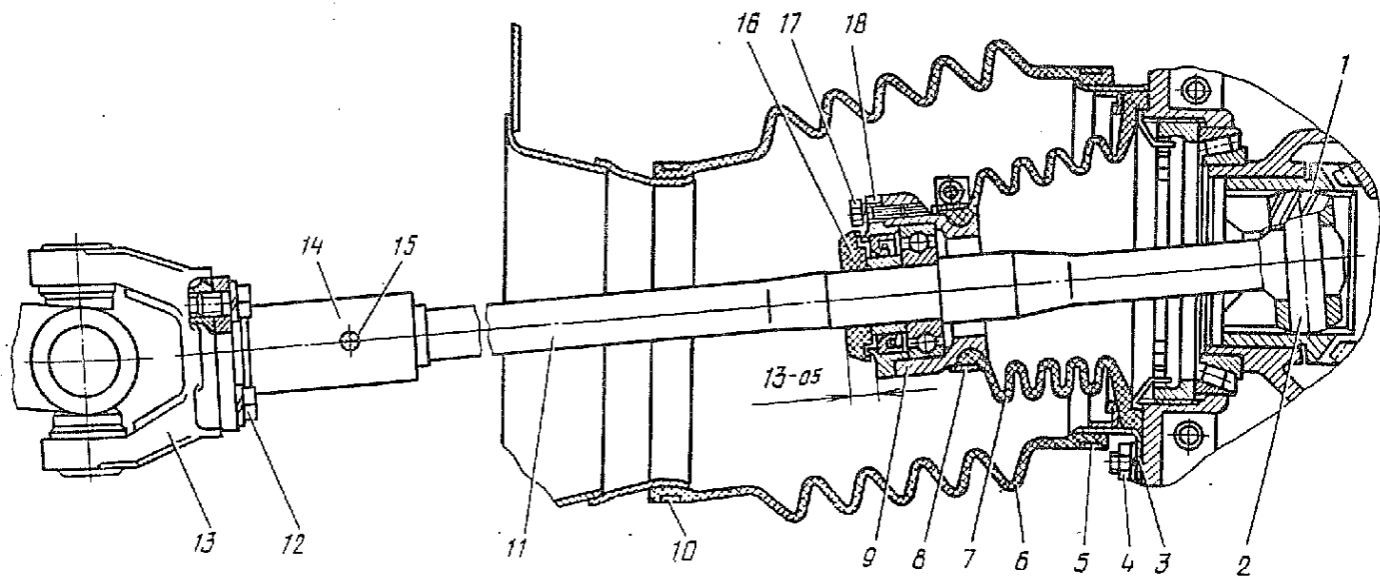

Рис. 61. Полуось с фланцем и защитным чехлом дифференциала в сборе:
1.5. Вывернуть болты 12 (рис. 61) крепления фланцев задних полуосей к ведущим карданным вилкам, отсоединить полуоси и, сместив их в дифференциал до упора, закрепить во избежание выпадания из дифференциала (ключ 14, проволока, плоскогубцы 150).
2.4. Раскрепить полуоси, присоединить фланцы полуосей к карданным вилкам и закрепить болтами 12 (рис. 61) с пружинными шайбами (головка 14, рукоятка динамометрическая, плоскогубцы 150).
1.6. Отвернуть гайки 4 (рис. 61) крепления крышки защитного чехла дифференциала и снять со шпилек крышку 3 (ключ 13).
2.1. Установить полуось 11 (рис. 61) в сборе с подшипниковым узлом и защитным чехлом дифференциала в отверстие кузова.
- 1.3. Отвернуть болты 12 (рис. 61) крепления фланца полуоси к фланцу карданной вилки 13 (ключ 14).
- 2.1. Установить уплотнительный чехол 6 (рис. 61) на полуось. Свернуть его до беспрепятственного прохода через отверстие кузова и протолкнуть внутрь кузова.
- 1.5. Отвернуть болты 12 (рис. 61) крепления фланца 14 полуоси к фланцу карданной вилки 13, сместить полуось в сторону дифференциала и закрепить ее проволокой во избежание выпадания сухарей (ключ 14, плоскогубцы 150, проволока).
- 2.5. Присоединить фланец 14 (рис. 61) полуоси к фланцу карданной вилки 13 и закрепить болтами 12 с пружинными шайбами (ключ 14, головка 14, рукоятка динамометрическая).